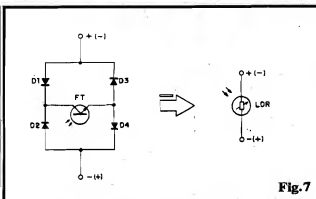

Fig.7
- FIG. 7 - "FAZENDO" UM LDR COM UM FOTO-TRANSISTOR - Se o circuito ou aplicação permitir que ignoremos as diferenças de gama, impedância e faixa espectral, é possível improvisar um LDR a partir de um foto-transistor, tornando este não polarizado pela sua simples inserção no "meio" de uma conhecida ponte
comportamento, sensibilidade e faixa de atuação do sistema... Explicando, agora, a razão de terem sido sugeridos os dois TIL78 (juntos com o par de diodos 1N4004...) e não - por exemplo - um simples LDR: de qualquer forma, para atuar sob CA, teríamos que utilizar um foto-sensor não polarizado, o que - a princípio - recomendaria, um LDR... Acontece que os LDRs, normalmente, não podem trabalhar sob Tensões tão elevadas em seus terminais, quanto o fazem os foto-transistores (e - no circuito em questão - essas Tensões são consideráveis...). Assim, o "truque" de "serrar" dos foto-transistores, um "pra lá" e um "pra cá", "paralelando-as" com dois diodos (estes, um "pra cá" e outro "pra lá", nada mais faz do que improvisar um eficiente foto-transistor capaz de trabalhar indiferentemente à polaridade momentânea da Tensão (condição óbvia de um circuito sob C.A.) e que - graças às suas características, - pode "suportar" Tensões relativamente elevadas, sem grandes problemas... Observando atentamente, o Leitor/Hobbysta notará que cada um dos TIL78 apenas atua em um dos semi-ciclos da C.A., sendo que no "outro" semi-ciclo, o acesso da Corrente ao dito foto-transistor fica automaticamente bloqueado pela presença do diodo "da vez", e assim alternadamente, exatamente como queremos...! Os Leitores mais atentos, logo terão percebido que o arranjo (dois foto-transistores/dois diodos) é uma outra forma de "fazer" uma espécie de "LDR", comparável com o "truque" já mostrado lá na fig. 7... Essa dualidade apenas comprova algo que sempre dizemos por aqui: em Eletrônica, há sempre mais de uma maneira de se obter determinado ou desejado comportamento ou funcionamento de circuitos e componentes! Ter a sensibilidade, o feeling para situar-se na melhor dessas maneiras é o que difere o projetista criativo daquele que só sabe se guiar pelos Manuais e Fórmulas que aprendeu na Escola...!